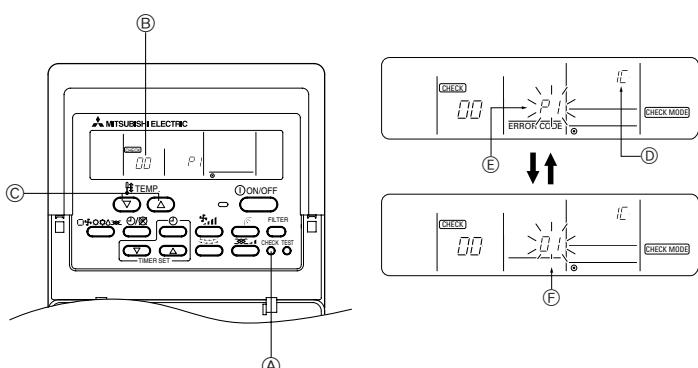

Fig. 7-2
7.3.1. Para controlo remoto com fio (Fig. 7-2)